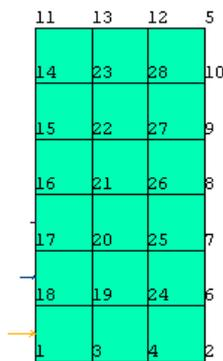
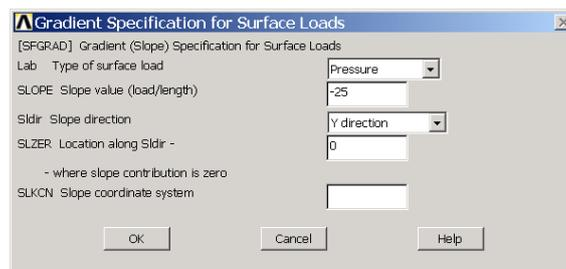

图5.36 矩形面模型
图5.37 指定斜率对话框
例如要对图 5.36 所示的矩形面施加线性变化的压力，可在笛卡尔坐标系中 Y 方向指定其斜率。其具体操作步骤如下：
- (1) 重新启动 ANSYS，定义单元类型 SHELL43，并建立边长为 20 和 40 的矩形面。
- (2) 按图 5.36 所示进行网格划分，并打开节点号显示。
- (3) 单击工具栏上的 **SAVE_DB** 按钮保存当前模型，本章以后还要用到此模型。此模型在光盘的“\ch05\ex3\”目录中也可以找到。
- (4) 单击 Main Menu>Solution>Define Loads>Settings>For Surface Ld>Gradient 菜单，弹出如图 5.37 所示的【Gradient Specification for Surface Loads】对话框。
还以图 5.36 所示的矩形板模型为例,对节点 1、2、3 和 4 施加函数荷载,具体操作步骤如下: